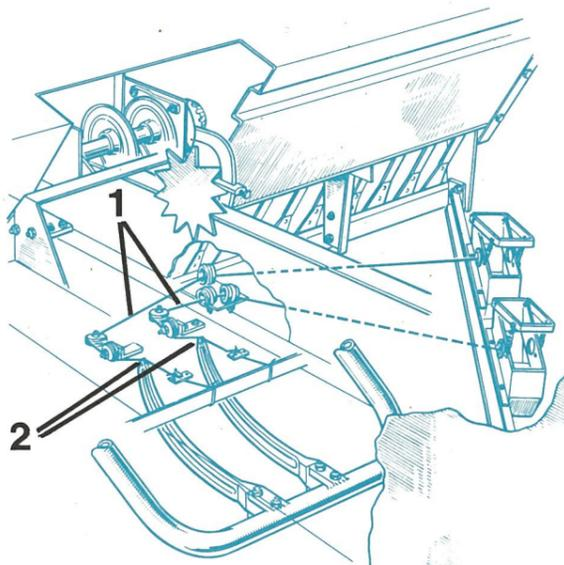

FIG. 8
Par ailleurs, suivre soigneusement les indications de la figure 8 pour l'amorçage du système de liage.
Lorsque la presse est amorcée, contrôler le centrage parfait des fils (1) par rapport à la gorge des galets (2 fig. 8) des aiguilles.